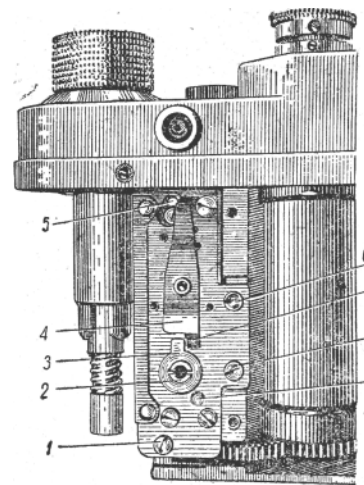
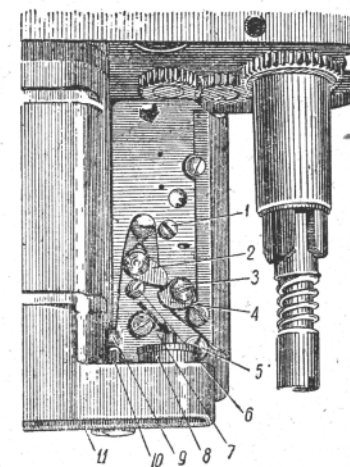
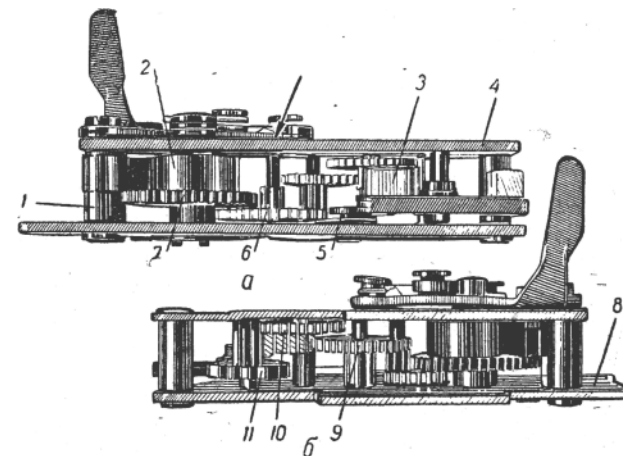

Рис. 175. Шторный затвор и механизм автоспуска.
Рис. 176. Регулировка автоспуска.
Рис. 177. Автоспуск:
На рис. 175 и 176 показаны верхняя и нижняя стороны автоспуска, на рис. 177, а, б изображены его боковые проекции.
При заводе механизма автоспуска вращаются только две шестерни 6 и 7 (рис. 177, а), остальные шестерни, анкерное колесо и анкер остаются неподвижными. Это происходит потому, что верхняя ось шестерни 6 (см. стрелку) расположена не в круглом отверстии верхнего плато 4,
а в продольном, вдоль которого ось может передвигаться. При заводе механизма, шестерня 7 вращается по часовой стрелке и отводит в сторону шестерню 6 и ее ось. В это время зубья шестерни 6 выходят из зацепления с зубьями шестерни 9 (рис. 177, б). Когда же автоспуск начинает работать, шестерня 7 (рис. 177, а) вращается против часовой
На рис. 175 показано положение рычагов 3 и 4 до завода автоспуска. Рычаг 5 надет на ось 2 и поворачивается вместе с ней. Рычаг 4 поворачивается на оси, а его отгиб расположен рядом с плечом анкера 5. Палец рычага 3 находится рядом с пальцем рычага 4, а отгиб рычага 4, нажимая на плечо анкера, делает работу механизма автоспуска невозможной.
-Чтобы автоспуск начал работать, нужно повернуть рычаг 4. Это осуществляется нажимом на кнопку пуска 3 (см. рис. 256). Кнопки такого образца устанавливаются почти на всех современных аппаратах. Кнопка пуска имеет конусообразное окончание, которое расположено рядом с рычагом 4 (рис. 175). Когда нажимают на кнопку пуска, конус отводит в сторону рычаг 4 и автоспуск начинает работать.
Автоспуск соединен с затвором и производит его спуск с помощью специального устройства (рис. 176).
Спуск затвора производит рычаг 7 (рис. 176), а точнее его отгиб 9. Обратите внимание на форму эксцентрикового кулачка 4, который установлен на оси шестерни 7 (рис. 177,а). Когда заводят автоспуск, кулачок 4 (рис. 176) поворачивается и устанавливается в положение «на взводе». При этом рычаг 7 остается неподвижным, так как планка 2 свободно поворачивается, скользя по поверхности кулачка 4. Когда кулачок устанавливается в положение «на взводе», планка 2 под действием пружины возвращается в исходное положение.
Разборка механизма автоспуска. Большинство неисправностей автоспуска устраняется путем его регулировки и не требует снятия автоспуска с камеры. Чтобы снять автоспуск, нужно произвести частичную или полную разборку аппарата (это зависит от конструкции аппарата), последовательность которой излагается при описании каждого аппарата. Автоспуски, как правило, крепятся тремя винтами 1, 6, 8 (рис. 175).
Чтобы разобрать механизм автоспуска, нужно отвинтить два винта на плато 4 (рис. 177,а) и снять боковой щиток, затем отвинтить три винта на плато 8 (рис. 177,б) и снять плато. Снимая шестерни, следует запомнить или заэскизировать их расположение.
пружина 11 (рис. 176) не отжимается и спуск затвора не происходит. Эта неисправность вызывается разными причинами. Во-первых, следует проверить закручен ли винт 5 крепления рычага 7. Во-вторых, нужно завести автоспуск, нажать на кнопку пуска и во время работы механизма понаблюдать за рычагом 7 и кулачком 4. Случается, что отгиб 9 не попадает на торец стержня 10, а проходит рядом с ним. Нужно подогнуть отгиб 9. Кроме того, винт 5 может отвинтиться и
2. После завода механизм автоспуска начинает самопроизвольно работать до нажатия на кнопку пуска. Эта неисправность вызывается неполадками в работе рычага 4 (рис. 175). Рычаг 4 при работе механизма автоспуска поворачивается рычагом 3 и его отгиб останавливает анкер 5. В таком положении рычаг должен оставаться во время очередного завода механизма до момента нажатия на кнопку пуска, которая отводит рычаг 4 от анкера. Если механизм автоспуска начинает произвольно работать, значит рычаг 4 и его отгиб находятся не на месте.
Причин, вызывающих плохую работу рычага 4, несколько. Кнопка пуска может быть слишком низко посажена и ее конус затирает рычаг 4 (рис. 175). Следует отвинтить кнопку (на ее основании есть два шлица) и проверить, как работает автоспуск без кнопки. При этом пуск механизма можно произвести любым тонким предметом, вставив его в отверстие для кнопки и отведя рычаг 4 в "сторону. Если окажется, что без кнопки механизм работает хорошо, тогда нужно кнопку пуска завинтить на место, установив между основанием кнопки и корпусом аппарата одну-две шайбочки.
Рычаг 4 может не выполнять свои функции, если он слишком свободно укреплен или сильно прижат к плато заклепкой. Если он укреплен свободно, то при заводе механизма от небольшого сотрясения он несколько смещается и освобождает анкер, и, наоборот, если он слишком сильно прижат, то рычаг 3 не может его повернуть. Чтобы укрепить рычаг 4, нужно снять плато 8 (рис. 177,6), а ослабить его можно без разборки, осторожно приподняв край рычага. Если палец 7 рычага 4 (рис. 175), который соприкасается с рычагом 3 (палец 7 всегда отогнут вверх), трет о корпус, то рычаг 3 не может повернуть рычаг 4. Палец нужно слегка пригнуть вниз.
3. После завода автоспуска рукоятка не о с т а в л я е т с я в о в з в е д е н н о м п о л о ж е н и и. Иногда после завода автоспуска рукоятка 2 сразу возвращается в исходное положение, а механизм автоспуска при этом не работает. Это случается при серьезных дефектах шестерен механизма: сломана ось шестерни 6 (рис. 177,а) или плохо укреплен триб (мелкомодульное зубчатое ко-
4. При нажатии на кнопку пуска 3 (рис. 256) заведенный механизм автоспуска не включается в работу. Это происходит, если засорился механизм автоспуска или > конусообразный конец в (см. рис. 258) кнопки пуска недостаточно выжимает рычаг 4 (рис. 175). В первом случае нужно осмотреть и почистить механизм автоспуска, обратив внимание на зубья шестерен. Во втором случае нужно вывинтить основание с кнопкой пуска и проверить, включается ли в работу механизм автоспуска, если его пуск производят посторонним предметом через отверстие для кнопки. Если причина неисправности заключается в высокой посадке кнопки пуска, нужно вокруг отверстия для кнопки немного снять верхнюю облицовку корпуса и посадить ее ниже.*
Разорвавшуюся пружину можно укоротить, оставив большую ее часть. Конец пружины слегка отпускают на огне и делают изгиб, который зацепляет за стойку 1- (рис. 177,а). При этом нужно так рассчитать длину пружины, чтобы до окончания полного завода ее оставалось пол оборота, т. е. полный завод пружины завершался при повороте рукоятки автоспуска.
Это вызывается тем, что поворот рычага 3 (рис. 175) не ограничен. Его движение должно ограничиваться пальцем 7 и штифтом 9. Рычаг 5 надевается на ось 2 и ничем не крепится. Когда надевают переходник (он находится под ру-
кояткой автоспуска), его пальцы прижимают рычаг 3 к плато автоспуска. Если рычаг недостаточно прижат к плато и имеет люфт, он может во время работы механизма пройти над штифтом 9 (рис. 175) или пальцем 7.
Неисправность можно устранить без разборки аппарата. Для этого нужно снять рукоятку автоспуска, переходник и удлинить на 0,10—0,15 мм два пальца переходника, подпилив его вокруг пальцев. Указанный дефект можно устранить иначе. В тех аппаратах, где легко снимается корпус (например, «Зоркий-2С», «Зоркий-4», «Мир»), нужно его снять и надфилем немного опилить ось 2 (рис. 175), на которую надевается рычаг 3.